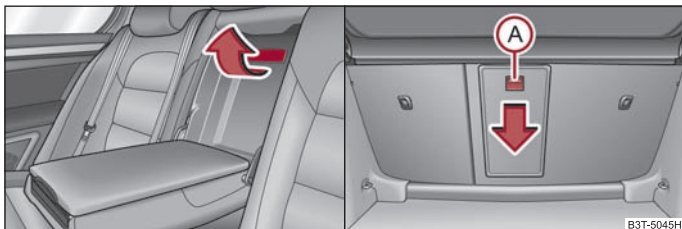

Fig. 114 Asientos traseros: Asidero de la tapa / maletero: Tecla de desbloqueo
- Tire del tirador hacia arriba hasta el tope y abata la tapa hacia abajo ⇒ fig. 114 - lado izquierdo.
- Empuje la tecla de desbloqueo (A) ⇒ fig. 114 hacia abajo y abata la tapa (con apoyabrazos) hacia delante.